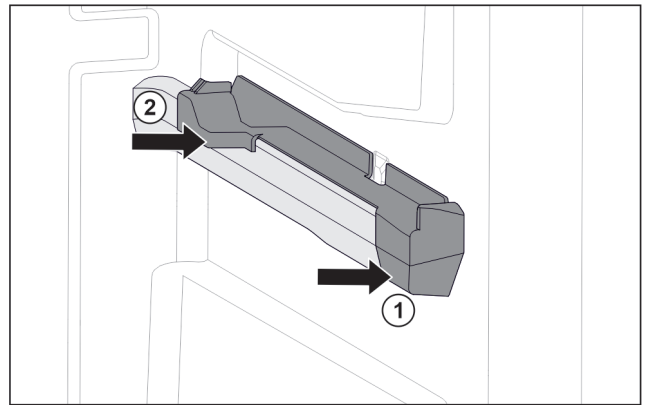

Fig. 49 Element nasadzany na prawym żebrze pojemnika
- ▶ Umieścić element nasadzany z przodu na żebrze pojemnika. Fig. 49 (1)
- ▶ Docisnąć element nasadzany z tyłu. Fig. 49 (2)